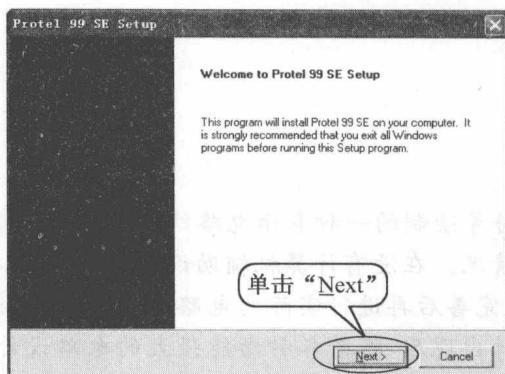

图 0-1 安装 Protel 99 SE
- (1) 运行软件包中的 Setup.exe 文件, 安装 Protel 99 SE。弹出对话框, 如图 0-1 所示, 单击“Next”。